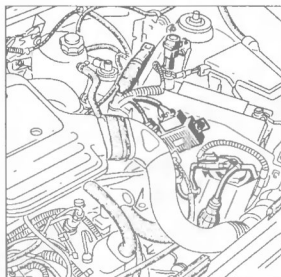

Рис. 5.9
6. Снимите воздухозаборный патрубок воздушного фильтра (рис. 5.9).